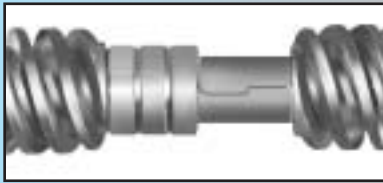

Fig. 1-9
- Enganche el "gancho" en el riel "intermedio" con el "gancho" en la "primera" sección del riel. **Fig. 1-9.**
- Engager le crochet du deuxième rail dans le crochet du premier rail. **Fig. 1-9.**